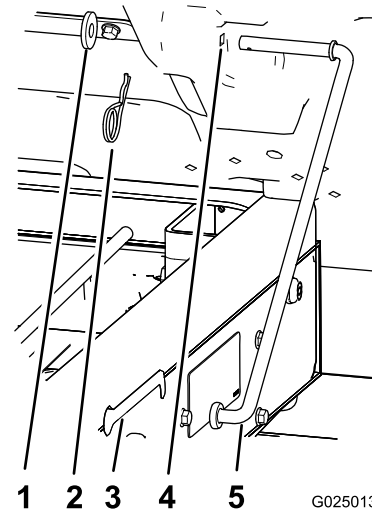

Figura 12
1. Retire o perno de gancho e anilha que prende a barra de apoio à parte inferior da caixa (Figura 12).
2. Deslize a barra de apoio para a frente para a remover do suporte na estrutura (Figura 12).